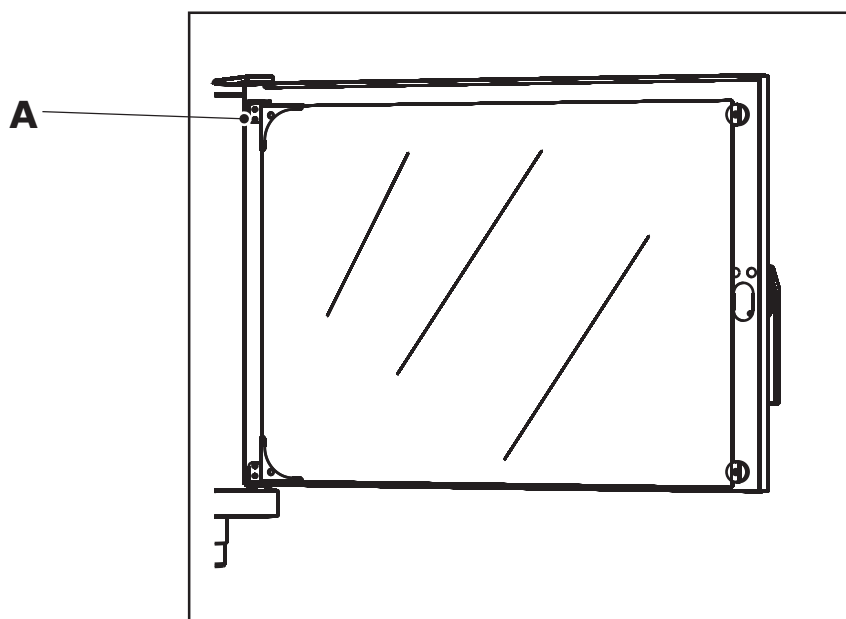

Figure 13
- ouvrir la porte du four (**Fig.13**);